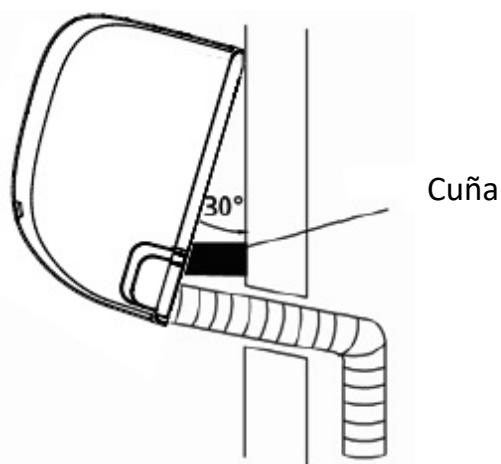

Fig. 3.13
2. Utilice un soporte o la cuña para apuntalar la unidad, proporcionando espacio suficiente para conectar la tubería de refrigerante, cable de señal, y vaciar la manguera. Consulte la Fig. 3.13 como ejemplo.